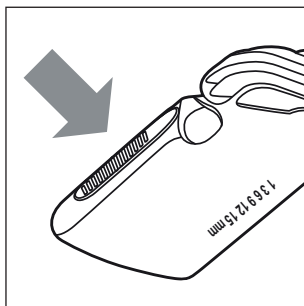

Fig. 5
- Pressione o botão quando desejar deslocar o pente encaixável ⑩/⑪ para cima ou para baixo (ver fig. 5). Desta forma, será mais fácil soltar e deslocar o pente encaixável ⑩/⑪.
- ▶ Pressione a parte superior do botão quando desejar deslocar o pente encaixável **10/11** para cima ou para baixo (ver fig. 5). Desta forma, será mais fácil soltar e deslocar o pente encaixável **10/11**.